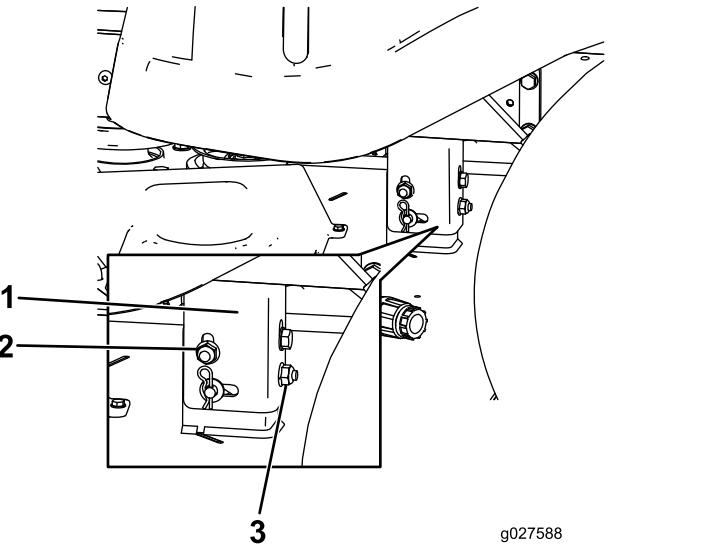

Figura 66
8. Eleve o baje el lado izquierdo de la carccha de corte girando la tuerca trasera (Figura 66).
Nota: Gire la tuerca trasera en sentido horario para elevar la carccha de corte; gire la tuerca trasera en sentido antihorario para bajar la carccha de corte (Figura 66).